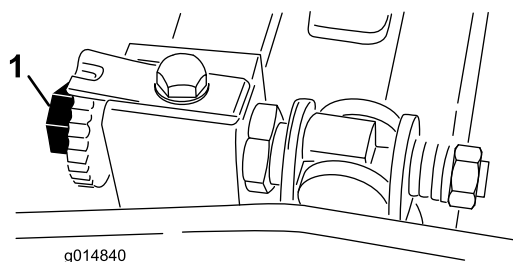

図 45
2. ベッドバー調整ネジ図 45を左に回して、リールと下刃の接触を完全になくす。
紙を前からベッドナイフの上面に平行に入れると軽く挟まれ、引き抜くのに少し力が必要な程度に調整する図 45。